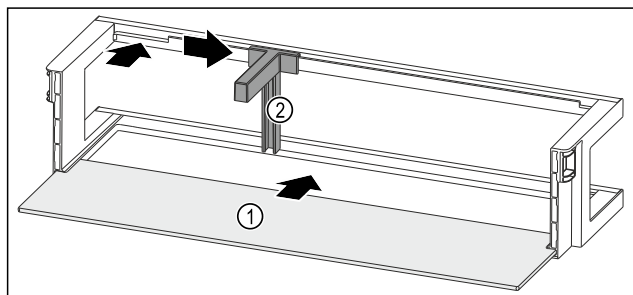

Fig. 252 Лотки на дверцятах з полицею
- ▶ Всуňte полицю Fig. 252 (1) в бокові пази.
- ▶ Вставте тримач пляшок Fig. 252 (2) у паз.
- ▶ Пересуньте тримач пляшок Fig. 252 (2) убік до бажаної позиції.